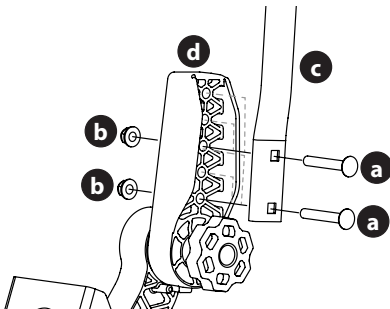

Figure 6
- Retirez les deux vis de carrosserie (a) et les deux écrous de blocage à bride (b) qui fixent le levier de commande de transmission des barres de conduite (c) au dispositif de réglage de la poignée supérieure (d) (Figure 6).
- Déplacez le levier de commande de transmission des barres de conduite vers l'une des trois hauteurs disponibles et fixez-le à l'aide des vis de carrosserie et des écrous de blocage à bride (Figure 6).
- Si les barres abdominales ne s'alignent pas après que vous avez effectué le réglage du bouton, desserrez les écrous (b), alignez les barres abdominales et resserrez les écrous. Une fois ce réglage fin effectué, les barres abdominales s'aligneront lorsque vous utiliserez le bouton de réglage (Figure 6).